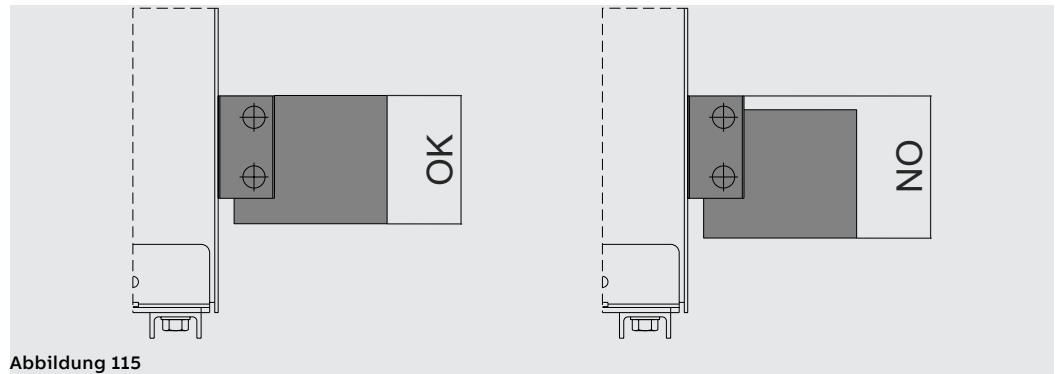

Abbildung 115
- Die maximale Benutzung der Oberfläche des Anschlusses gewährleisten. Siehe das Beispiel Abbildung 115.